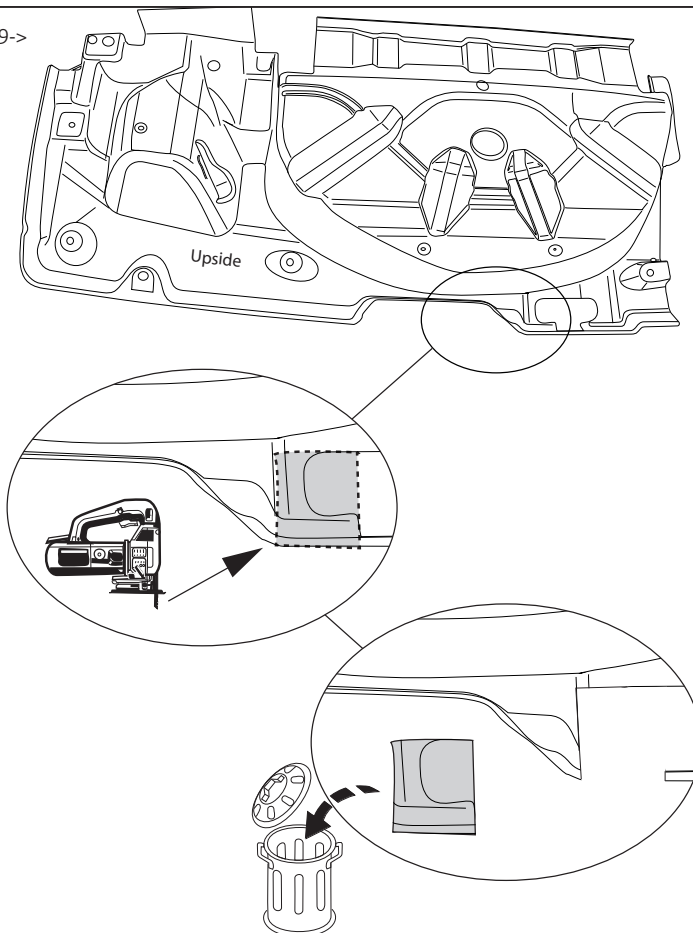

Fig.5
6. Для автомобилей Т5; 2011-2015: Выпилить часть из пластмассового защитного колпака в середине снизу, как указано на рис. 2. Для автомобилей Т6; 2015-> + Т6.1; 09/2019->: Выпилить часть из пластмассового защитного колпака в середине снизу, как указано на рис. 5.